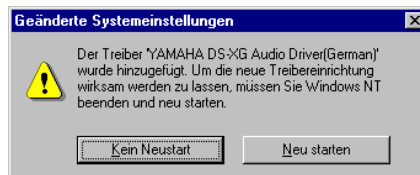

Abbildung 6-12: Das Fenster: "Geänderte Systemeinstellungen"
- Wenn das Fenster "**Geänderte Systemeinstellungen**" erscheint (siehe Abb. 6-12), dann ist auf "**Neu starten**" zu klicken, damit ein Neustart des Rechner ausgeführt wird.